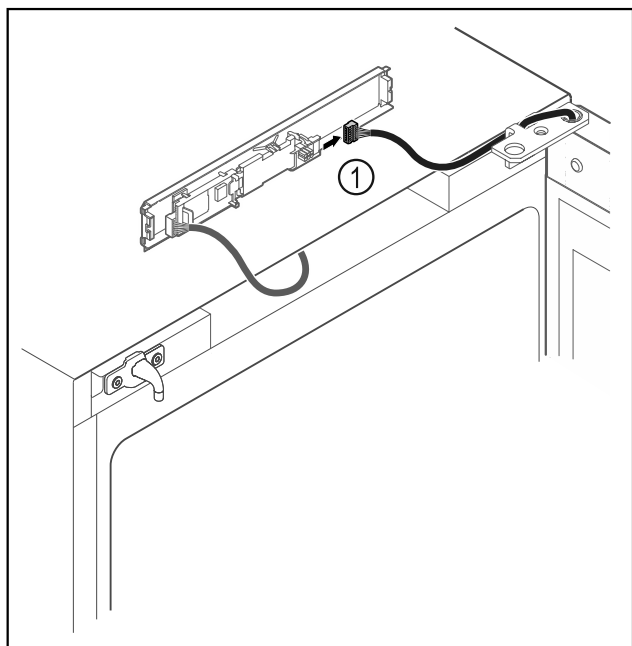

Fig. 10
- ▶ Scollegare il connettore Fig. 10 (1) dalla scheda.